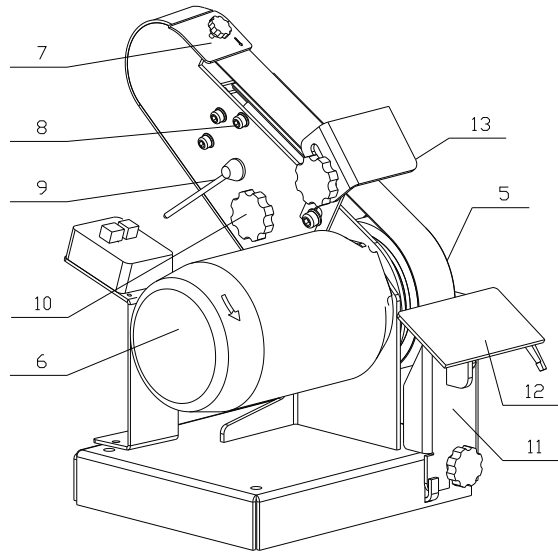

图3
连同刀架 12 (图 3) 一起卸下防护罩 11 (图 3)。逆时针转动把手 9 (图 3)，直到无法再转动。这降低了砂带的张力。
- 再次拧紧杠杆 9 (图 3)，直到砂带具有正确的张力。
- 将机器连接到电源并运行砂带以检查其运动。如有必要，使用旋钮 10 调整皮带运行 (图 3)。顺时针将砂带向左移动。逆时针将砂带向右移动。
- 拆下护罩 11 (图 3) 以及砂轮工具支架。
- 连同刀架 12 (图 3) 一起卸下防护罩 11 (图 3)。